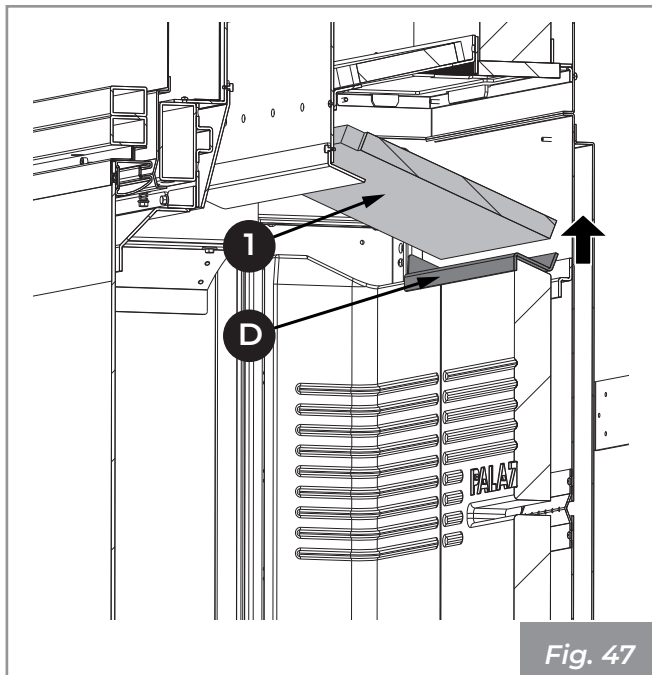

Fig. 47
- 3) Sollevare ed estrarre nell'ordine i pannelli (1) e la staffa di supporto refrattari (D) (Fig. 47)